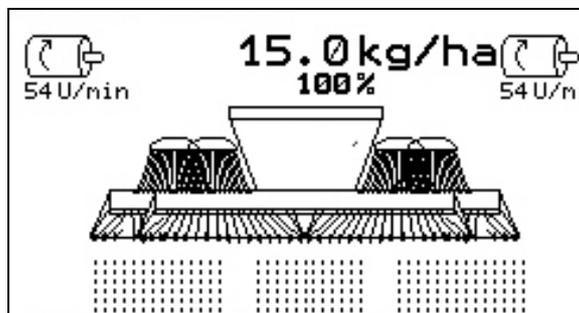

Fig. 61
- La dosificación previa proporciona semillas a las reja para un tiempo de funcionamiento predeterminado (Fig. 61).